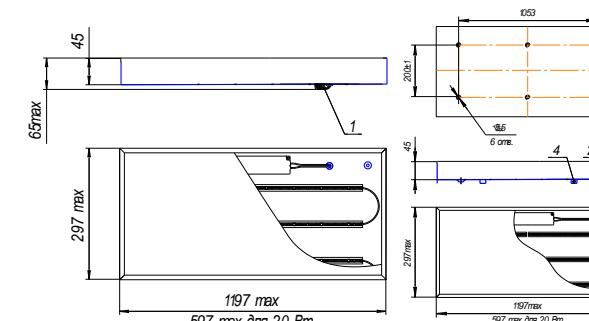

Рис.1
- для светильников со встраиваемым исполнением «В» (рис.1):
- а) подключить питающие и заземляющие провода к клеммной колодке (1) согласно схемы рисунка 3;